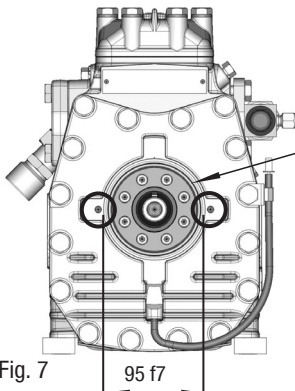

Fig. 7
- Pour recevoir la bobine de l'embrayage électromagnétique, la bride de palier avant possède un ajustement fin $\varnothing 95 \text{ f7}$ (voir fig. 7).